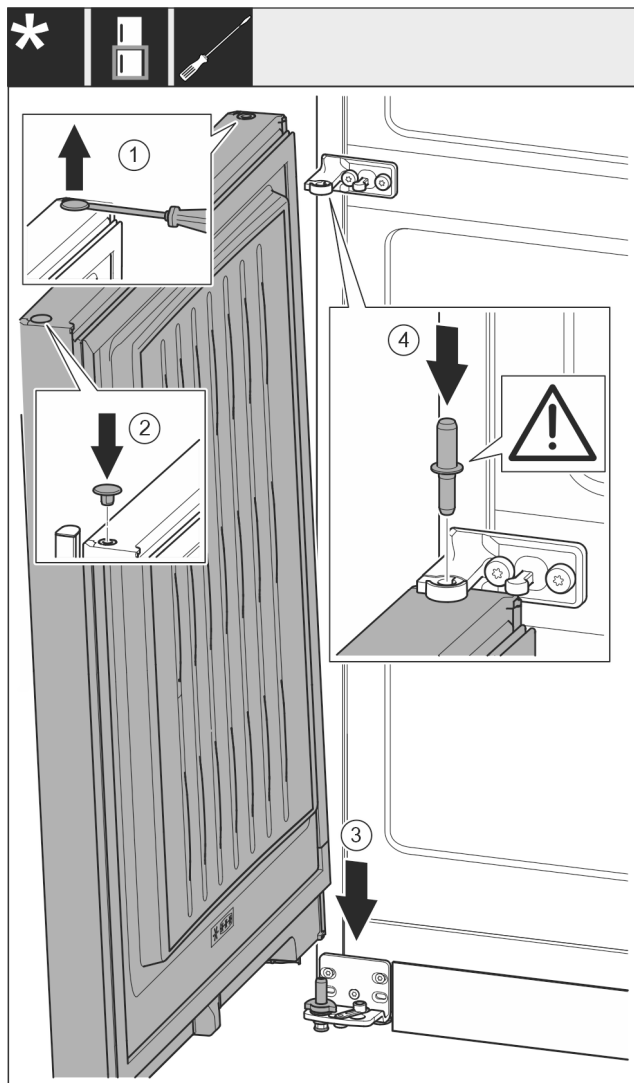

Fig. 22
- Paceliet uzmanīgi ar plakano skrūvgriezi un izvelciet ārā aizbāzni Fig. 22 (1).
- Ievietojiet atpakaļ aizbāzni Fig. 22 (2) otrā durvju pusē.
- Uzlieciet durvis Fig. 22 (3) no augšas uz apakšējās gultņa tapas.
- Ievietojiet vidējo gultņa tapu Fig. 22 (4) vidējā gultņa balstā apakšējās durvis. Uzmanieties, lai fiksācijas izcilnis būtu vērsts virzienā uz aizmuguri.